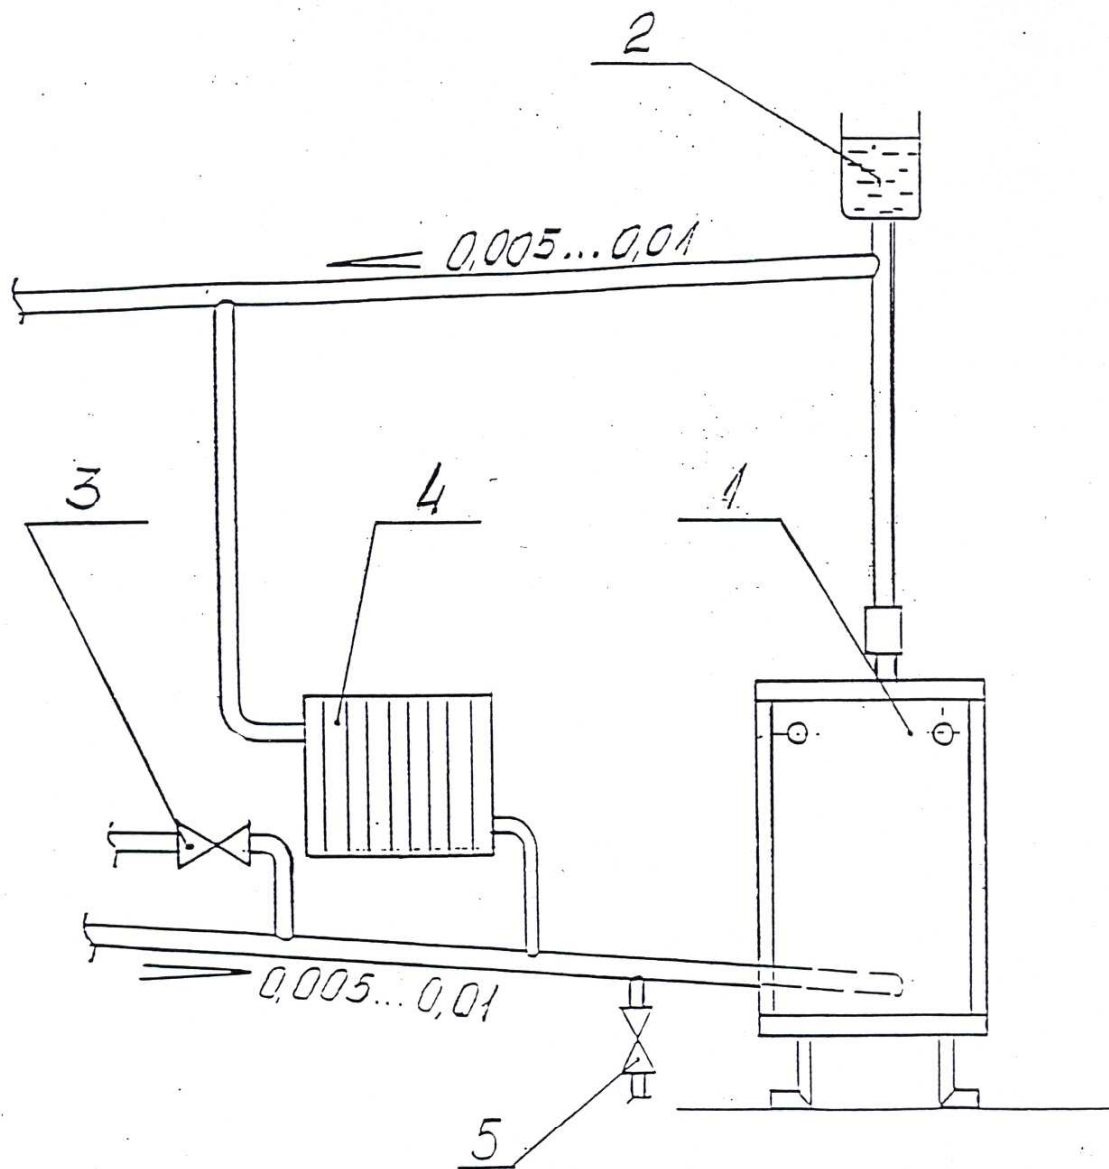

Рис. 6 Рекомендуемая схема разводки
5.3. Рекомендуемые схемы систем отопления приведены на рис. 6,7.